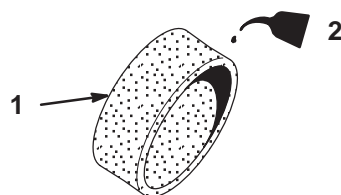

Bild 28
4. Sättigen Sie den Einsatz mit frischem Motoröl (Bild 28), drücken überflüssiges Öl heraus, wickeln es anschließend in einen sauberen Lappen und drücken das Öl heraus, um den Einsatz so gut wie möglich zu trocknen. Achten Sie sorgfältig darauf, das Element nicht zu zerreißen.